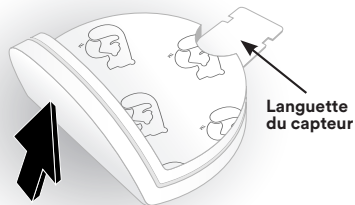

Figure 3-5 : Retrait du capteur
2. En commençant par le bord du capteur, retirez délicatement le capteur du patient (Figure 3-5).